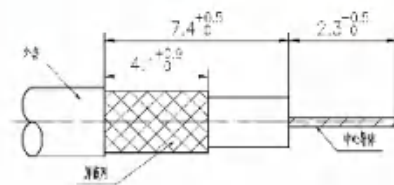

图 4.3-1
①按图 4.3-1 所示剥开电缆, 末端面必须切割干净并与电缆的轴向面垂直。切割时, 电缆不能变形。